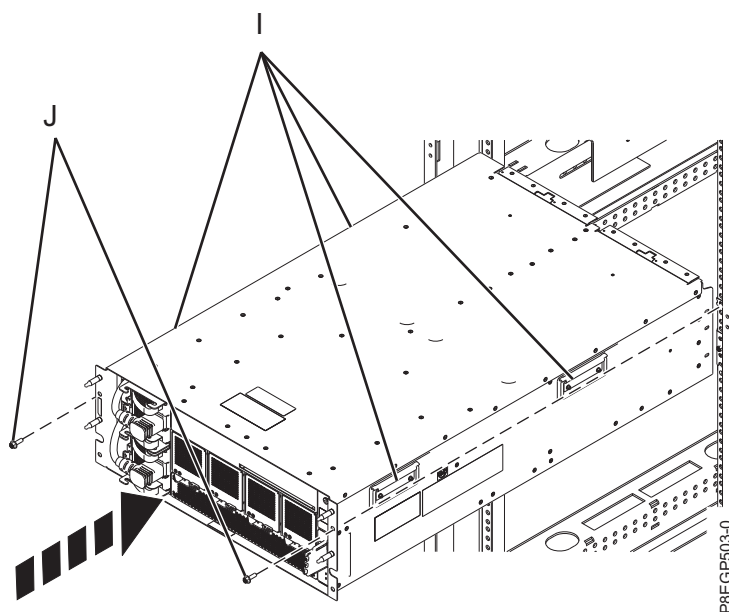

図8. ラックへのドロワーの取り付け
- 図8 に示すように、3 人のうち、2 人が 4 つのハンドル (I) をつかみ、残りの 1 人がドロワーの正面に立ってドロワーを誘導します。ドロワーを持ち上げて、レール前部に乗せます。
- 2 本の M5 固定ねじ (J) を、ドロワーを通して左右のレールのナット・クリップに取り付けます。図8 を参照してください。